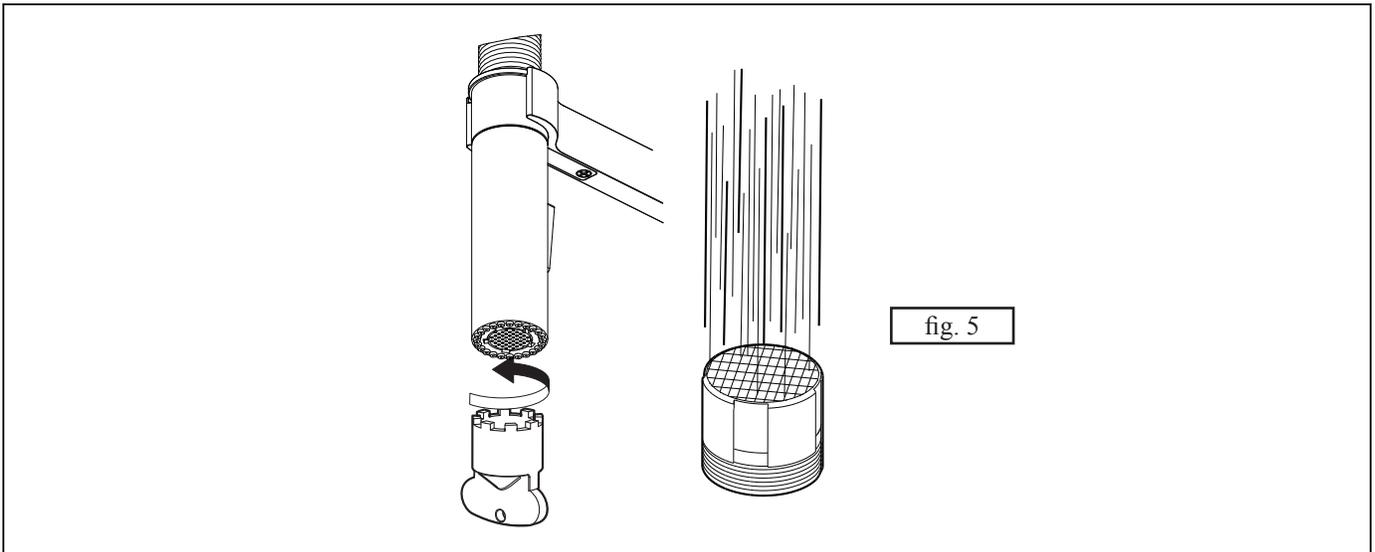

fig. 5
- Nettoyer et rincer l'**aérateur** (fig. 5).
- *Clean and rinse the **aerator** (fig. 5).*